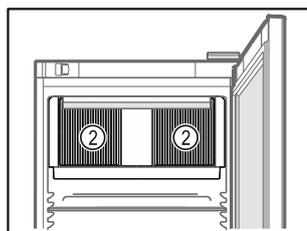

Fig. 60
- ❑ Mantenere libere le fessure di ventilazione Fig. 60 (2) della ventola di ricircolo nel vano interno.